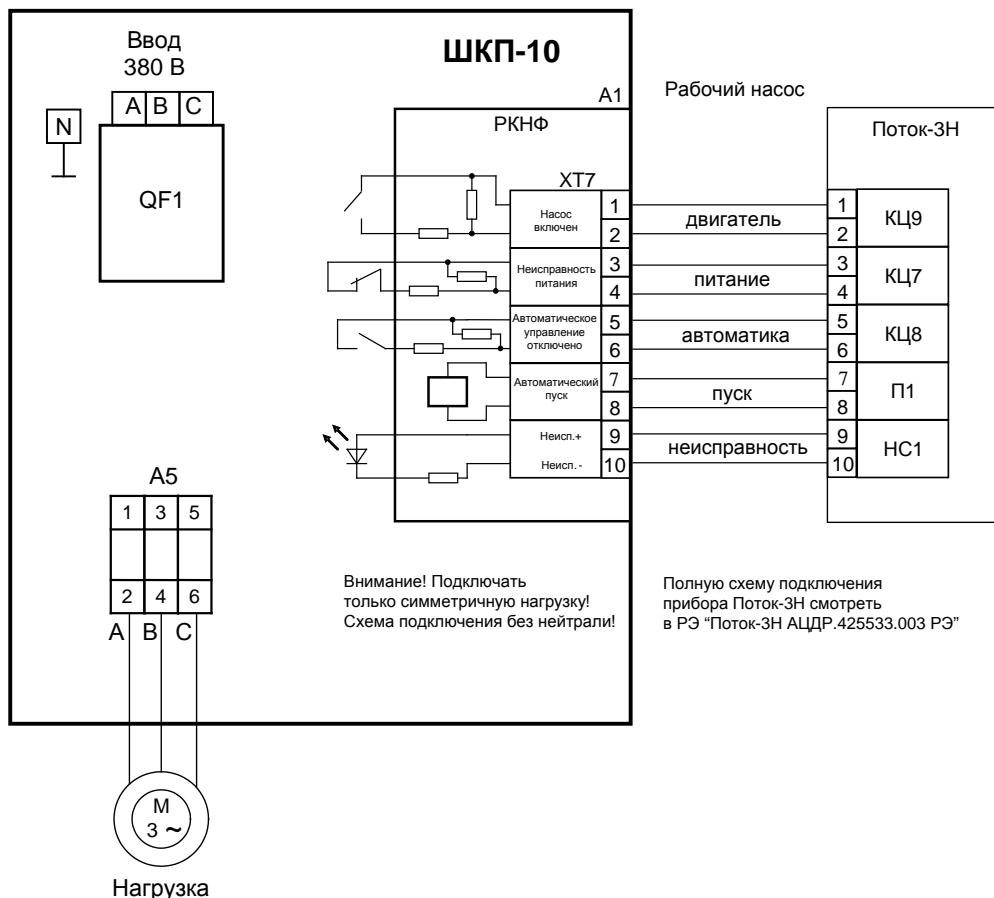

Рисунок 3. Вариант подключения шкафа при эксплуатации с прибором Поток-ЗН
- 3) подключить к шкафу провода питающего сетевого напряжения, цепей нагрузки и контрололя состояния согласно схеме электрической рис. 3;
- Максимально допустимое отклонение напряжения выставляется потенциометром 2 (см. рис. 3). $\Delta U_{\text{ном}}$ определяет одновременно верхний и нижний пороги срабатывания. Таким образом, входное напряжение будет считаться допустимым в диапазоне от $(220 - \Delta U_{\text{ном}})$ В до $(220 + \Delta U_{\text{ном}})$ В. $\Delta U_{\text{ном}}$ может принимать значения от 0 В (крайнее левое положение потенциометра) до 80 В (крайнее правое положение потенциометра).
- Время интегрирования неисправности (время задержки срабатывания) выставляется регулятором 3 (см. рис. 3). t_c определяет время накопления неисправности (восстановления) и может принимать значения от 0 с (крайнее левое положение потенциометра) до 16 с (крайнее правое положение потенциометра).